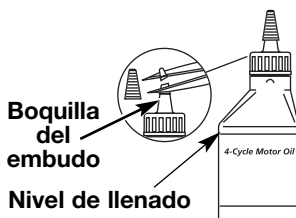

Fig. 9
Su unidad trae una botella de aceite SAE 30 SF, SG, SH de 90 ml (3,04 onzas fluidas) (Fig. 9).
**NOTA:** Guarde la botella para medir la cantidad correcta de aceite cuando deba cambiarlo en el futuro (Fig. 9). Lea *Cambio de aceite*.
- Desenrosque la tapa de la botella de aceite y retire el sello de papel que cubre la apertura. Vuelva a colocar la tapa. Corte la punta de la boquilla del embudo (Fig. 9).